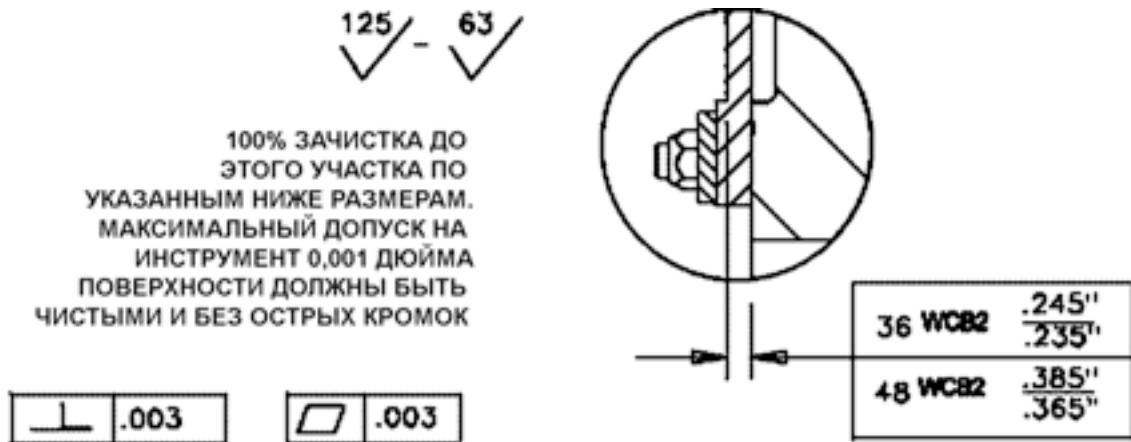

Рис. 18
- 4.6.10 После замены износных пластин или прилегающего фрикционного материала износные поверхности устройств типоразмеров 36" и 48" обязательно подвергают механической обработке. ТУ на чистоту мехобработки см. на рис. 18. После механической обработки все износные поверхности очищают от остаточных загрязнений.